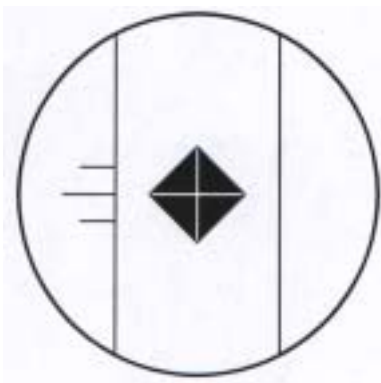

图 6-19 正确的像
4. 在 40×物镜位置观察像，正确的像应该有一条对角线保持水平，如图 6-19。